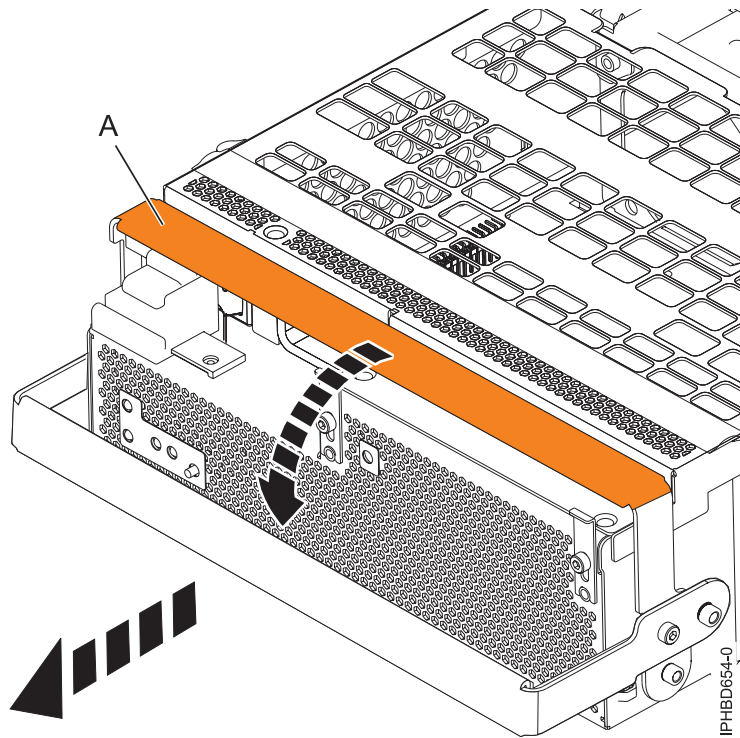

Figure 12. Retrait d'une alimentation électrique
7. Tournez la poignée de verrouillage de l'alimentation électrique (A) en position ouverte comme indiqué à la figure 12, à la page 16. Retirez l'alimentation électrique de l'unité d'extension.